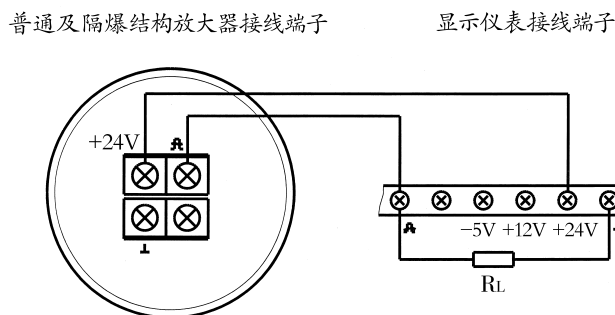

图 4
b. 普通及隔爆结构放大器( +24VDC 供电, 脉冲信号输出二线制)与显示仪表间的接线(图 4)